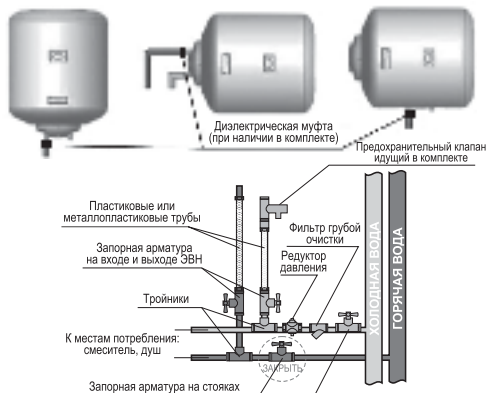
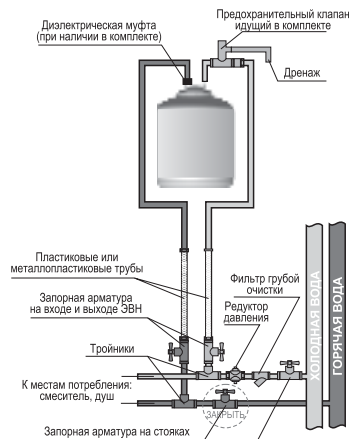

Рис. 5. Подключение ЭВН в вертикальном / горизонтальном положении
Рис. 6. Подключение ЭВН, устанавливаемого под мойкой
Подключение (рис. 5, 6):
**ВНИМАНИЕ!** Подключение к системы водоснабжения ЭВН моделей O'pro PC 10SB, PC 15S, PC 15SB должно выполняться четко в соответствии со схемой, приведенной на рис. 6. Предохранительный клапан крепится на трубопроводе отдельно от ЭВН. При установке моделей Steatite в горизонтальном положении патрубков подачи холодной воды (помеченный синим кольцом) должен быть расположен внизу, а патрубок горячей воды (помеченный красным кольцом) – вверху (рис. 5).
**Внимание! Один раз в месяц необходимо удалять известковый осадок с предохранительного клапана и проверять, не заблокирован ли он, путём кратковременной установки триггера в горизонтальное положение, при этом через сливное отверстие вытечет небольшое количество горячей воды.** Для чего сначала нужно перекрыть запорную арматуры на входе в ЭВН (рис. 5, 6), а также открыть кран горячей воды в месте потребления.
При продолжительном перерыве в работе ЭВН его необходимо отсоединить от электрической сети и перекрыть вентили на входе и на выходе (рис. 5).